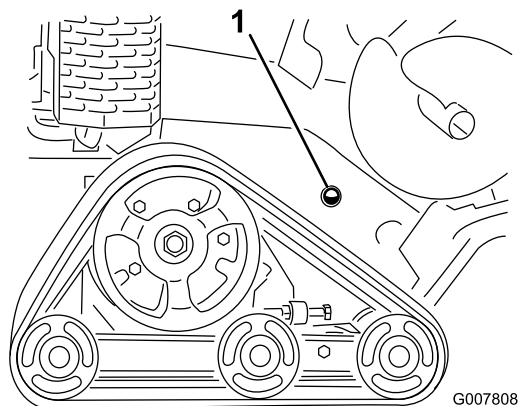

Figura 7
2. Controllate il livello del fluido idraulico dal vetro spia che si trova nella parte anteriore del pannello di destra (Figura 7).
- C. Aggiungete il fluido idraulico specificato nel collo del bocchettone, fino a quando il livello del fluido non arriva a metà del vetro spia (Figura 7).